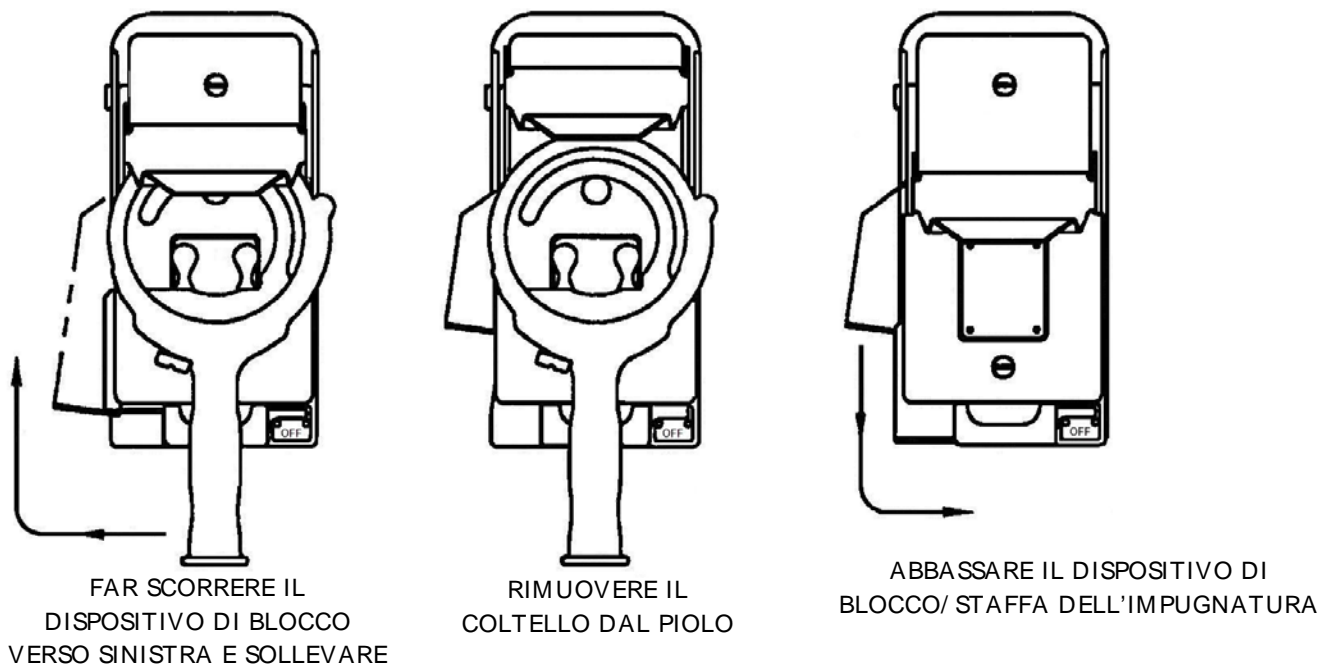

Figura N. 3B
6.2 Come Estrarre il Coltello (Vedere Figura N. 3B)